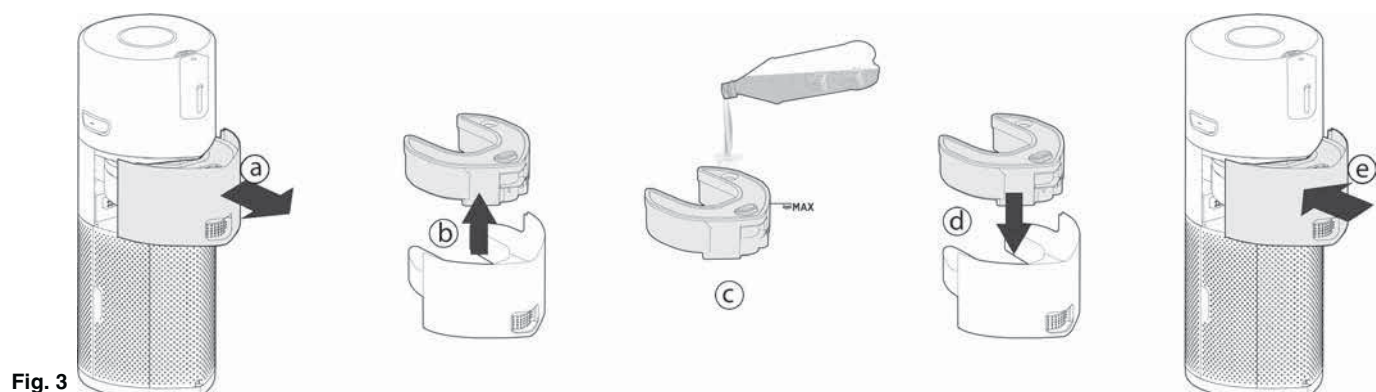

Fig. 3
3. Riempire il Serbatoio dell'Umidificatore [Fig. 3]